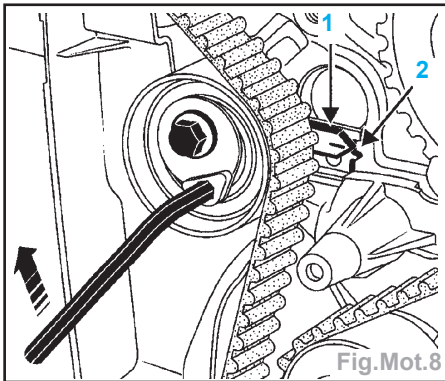

Fig.Mot.8
- Aligner progressivement l'index mobile (1), en tournant la clé dans le sens horaire, au milieu de la fenêtre de calage (2) (Fig.Mot.8).